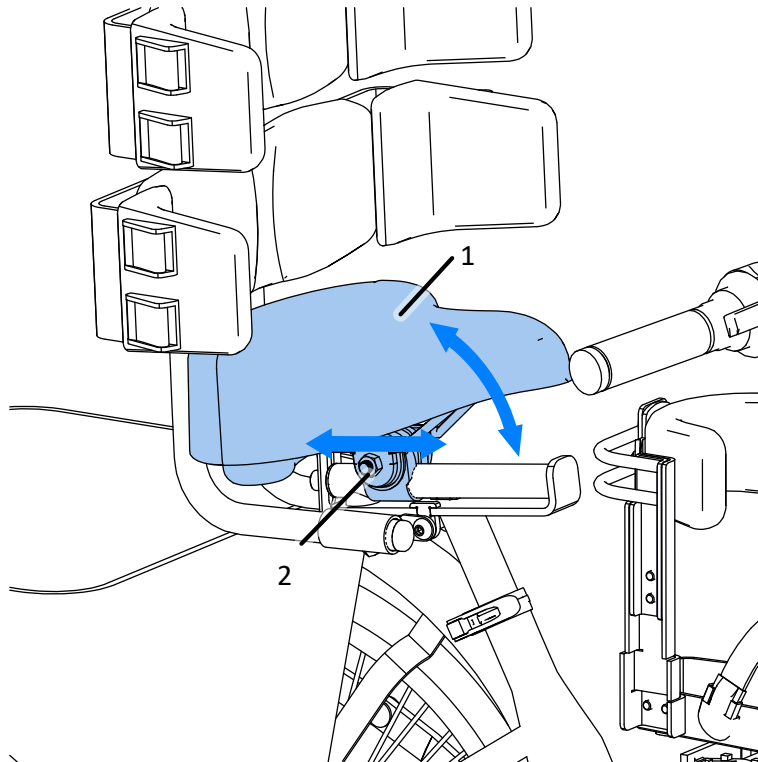

Abb. 10
Abb. 10 zeigt die Einstellung des Sattelwinkels. Um den Winkel des Sattels (1) zu ändern, lösen Sie die Mutter (2) mit einem Schlüssel SW13. Wenn die gewünschte Position erreicht ist, ziehen Sie die Mutter (2) fest. Es ist zu bedenken, dass die Kippbewegung durch die Muskelkraft des Bedieners erreicht wird. Daher wird empfohlen, die Einstellung möglichst dann vorzunehmen, wenn sich der Benutzer nicht auf dem Sitz befindet.